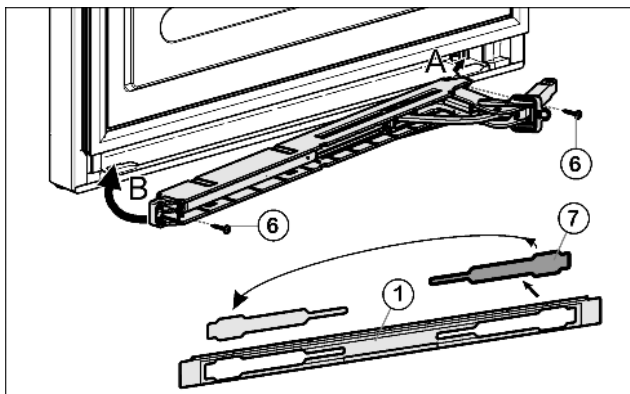

Fig. 9
- ▶ Освободите крышку Fig. 9 (7) из накладки Fig. 9 (1) и снова установите её на другой стороне.
- ▶ Зацепите (A) и поверните (B) узел амортизатора закрытия дверцы шарниром в сторону шарнира.
- ▶ Прикрутите (2 шт. Torx® 15) Fig. 9 (6) узел амортизатора закрытия дверцы.